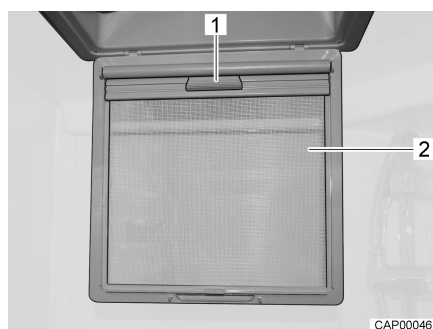

Fig. 19 Store occultant
- Rabattre la moustiquaire (Fig. 19,2) vers le bas.
- Tirer le store occultant vers le bas par la poignée (Fig. 19,1) jusqu'à ce qu'il s'enclenche du côté opposé.
- Désenclencher le store occultant par la poignée (Fig. 19,1) et le faire remonter lentement dans sa position initiale.
- Faire basculer la moustiquaire (Fig. 19,2) vers le haut jusqu'à ce qu'elle s'enclenche.